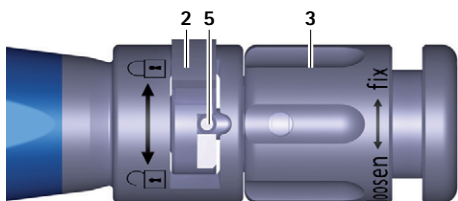
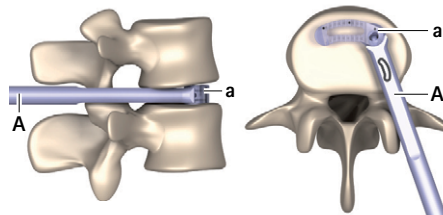

Fig. 3 Närbild av insättningsinstrumentet med stängd omkopplare
Fig. 11 Implantat i slutpositionen
- Vrid omkopplaren 2 åt höger (riktning ) se Fig. 3.
- Vrid vridmuttern 3 moturs (riktning "loosen") tills stiftet 5 är helt inne i omkopplaren 2, se Fig. 3. Se till att inte stiftet 5 klämmer fast omkopplaren 2.
- Vrid omkopplaren 2 åt höger (riktning ) , se Fig. 3.
- Så snart slutpositionen (se Fig. 11) har nåtts: Vrid vridmuttern **3** moturs (riktning "loosen") tills stiftet **5** är helt inne i omkopplaren **2**, se Fig. 3. Se till att inte stiftet **5** klämmer fast omkopplaren **2**.
- ▶ Vrid omkopplaren **2** åt höger (riktning ) , se Fig. 3.